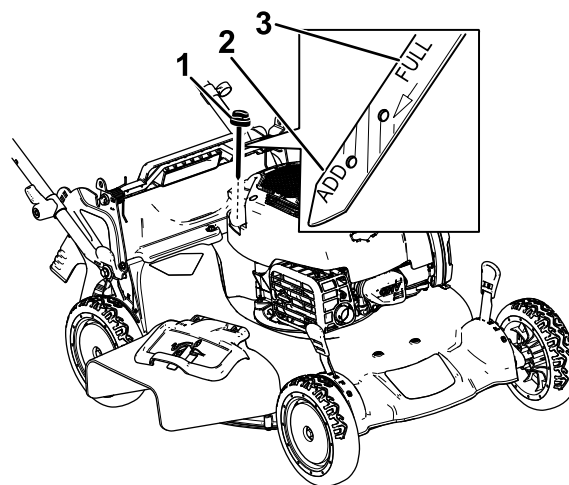

Figure 12
5. Relevez le niveau d'huile indiqué sur la jauge (Figure 12).
- Si le niveau d'huile est trop bas (Figure 12), versez avec précaution une petite quantité d'huile détergente SAE 30 ou SAE 10W-30 dans le tube de remplissage, attendez 3 minutes puis répétez les opérations 3 à 5 jusqu'à ce que le niveau d'huile correct soit atteint. Pour connaître le type d'huile, voir Vidange de l'huile moteur (page 23).
- Si le niveau d'huile est trop élevé (Figure 12), vidangez l'excédent d'huile jusqu'à obtention du niveau d'huile correct sur la jauge ; voir Vidange de l'huile moteur (page 23).